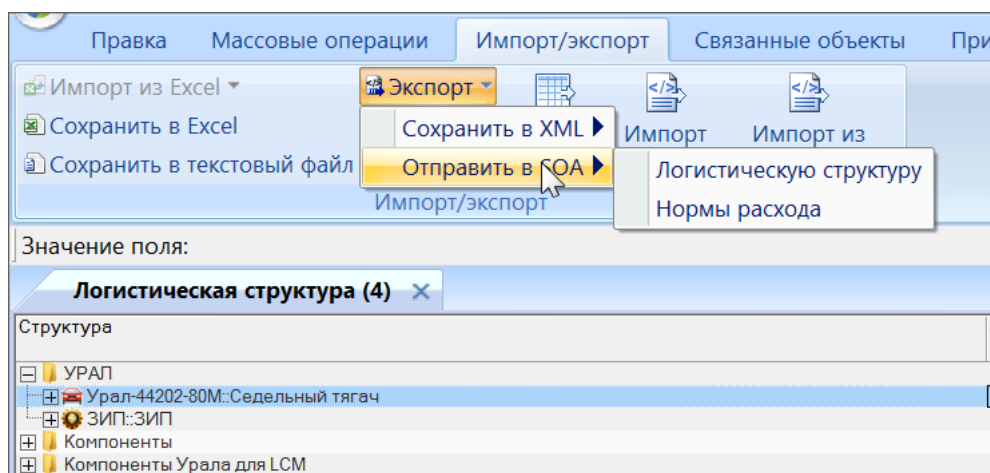

Рис. 30-66 – Экспорт данных в сервисную шину предприятия
- 3) Выбрать объект (ФИ или папку) для экспорта (рис. 30-66).